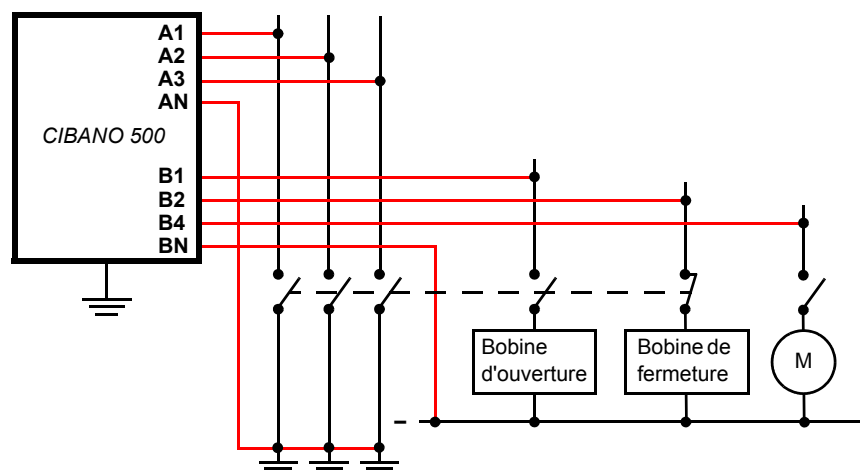

Figure 17-7: Connexion du CIBANO 500 au disjoncteur pour le test des temps
- ▶ Connecter le CIBANO 500 au disjoncteur comme indiqué à la Figure 17-7: «Connexion du CIBANO 500 au disjoncteur pour le test des temps».